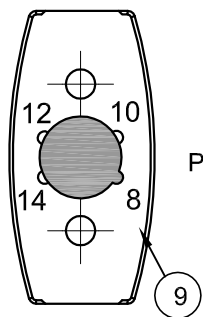

Рис. 13
4.3. Перед установкой нижней направляющей №9 нужно снизу направляющей выставить переключатель толщины стекла дверей. В нашем примере - 8мм. (Рис. 13)